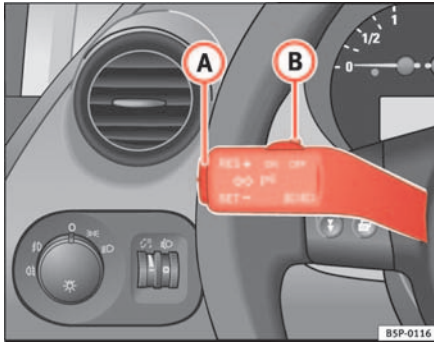

Abb. 140 Blinker- und Fernlichthebel: Schalter und Wippe für GRA
- Drücken Sie den unteren Teil der Wippe **SET-** ⇒ Abb. 140 **A** einmal kurz, wenn die zu speichernde Geschwindigkeit erreicht worden ist.